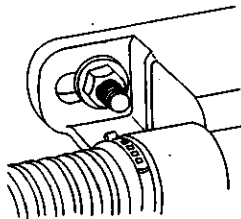

图 3-213 拆卸后横板上
13) 拆下后横板上固定转向器的自锁螺母, 如图 3-213 所示。